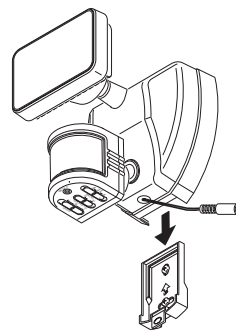

Figure 3
- Faites glisser l'arrière du luminaire sur la plaque de montage jusqu'à ce qu'il s'enclenche en place (voir la Figure 3).